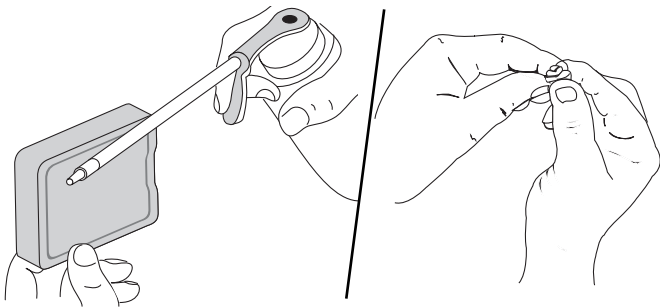

Fig. 21
- Appliquez une quantité suffisante d'huile moteur propre SAE 30 pour enduire légèrement le filtre (Fig. 21).
- Pressez le filtre pour répartir et drainer l'excédent d'huile (Fig. 21).